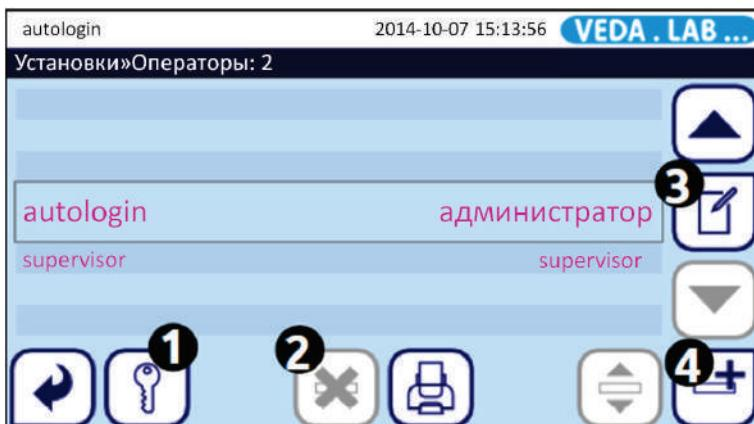
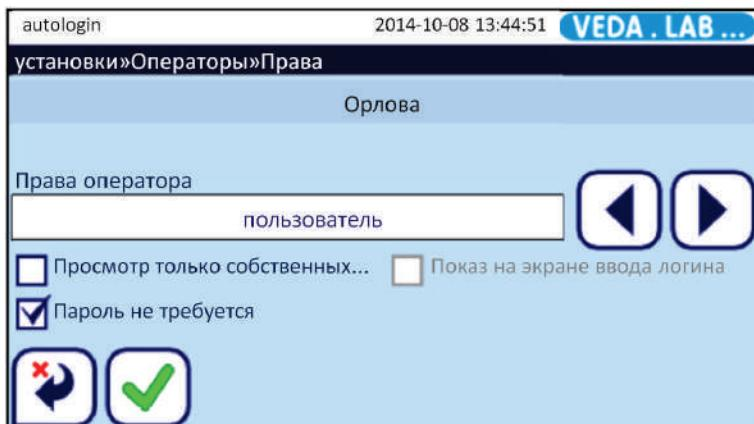

Рис. 52: Меню Настройки>Операторы (Settings>Operators) с отмеченными функциональными кнопками.
Рис. 53: Меню Настройки>Права оператора (Settings>Operators>Rights). Слева указаны доступные категории операторов, и доступа к учетной записи оператора справа.
- 1 Коснитесь кнопки **Добавить** (Add) в меню **Настройки>Операторы** (Settings>Operators) (4 на Рис. 52), и в появившемся на дисплее меню введите имя пользователя для нового оператора.
- 2 Коснитесь кнопки **Следующее** (Next) для входа в меню **Настройки>Операторы>Права** (Settings>Operators>Rights) (см. Рис. 53) и коснитесь кнопки **Права оператора** (Operator rights) с колонкой выбора категории для новой учетной записи.
- Для удаления оператора коснитесь кнопки **Удалить** (2 на Рис. 52);
- Для отключения аккаунта оператора коснитесь кнопки **Редактировать** (3 на Рис. 52), затем выберите опцию **Отключить** (**Disabled**) в меню **Настройки> Операторы>Права** (**Settings>Operators>Rights**) (отмечено оранжевым прямоугольником на Рис. 53).